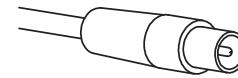

Рис.7
- с другой стороны - телевизионную вилку для подключения к ресиверу DVB-T2 или телевизору (см. рис. 7).